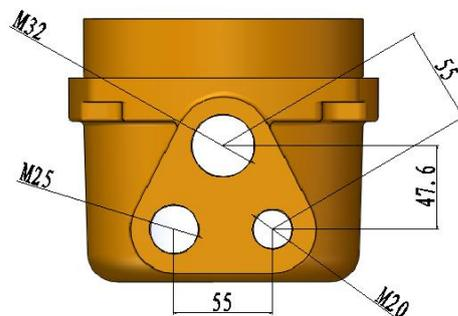

图 3
- 确认接线无误后，安装接线盒盖（注意“O”型密封圈不能脱落，结合面不能有杂物），如图 3 所示。
- 将插头插到对应的插座上并旋紧锁扣（安装时注意定位槽位置），如图 3 所示。
注：a.电缆引入装置共有三个，型号尺寸分别为 M20×1.5-6g、M25×1.5-6g、M32×1.5-6g，图 3 为电缆引入装置的安装尺寸图。